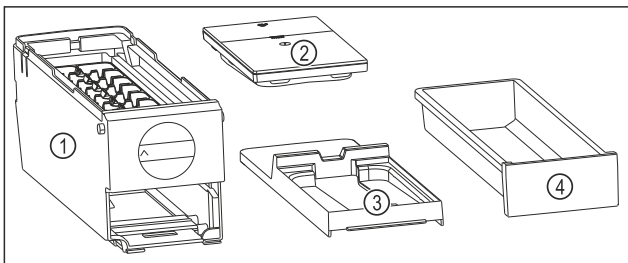

Fig. 44 Bestandteile des EasyTwist-Ice
- ▷ EasyTwist-Ice ist in vier Teile zerlegt. (siehe Fig. 44)
- ▶ EasyTwist-Ice nur in abgebildete Bestandteile zerlegen. (siehe Fig. 44)
- ▶ EasyTwist-Ice-Korpus Fig. 44 (1) als Ganzes reinigen.